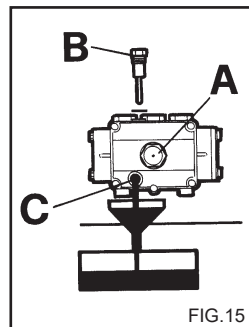

FIG.15
2) Svitare il tappo con l'asta di controllo livello (fig. 15).